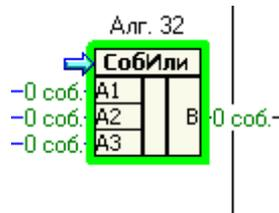

Рисунок 22 – Выделение алглобка в паузе
- **Дойти до алглобка.** Позволяет автоматически выполнить технологическую программу до данного алглобка и затем перевести ее на паузу. При необходимости будет автоматически выполнена компиляция и загрузка техпрограммы на указанный сервер. В результате (если и стадии компиляции и загрузки ТП прошли успешно) как только очередь выполнения алглобков дойдет до данного, техпрограмма будет переведена на паузу и рядом с алглобком появится маркер, указывающий, что выполнение техпрограммы прервано на нем (рисунок 22);